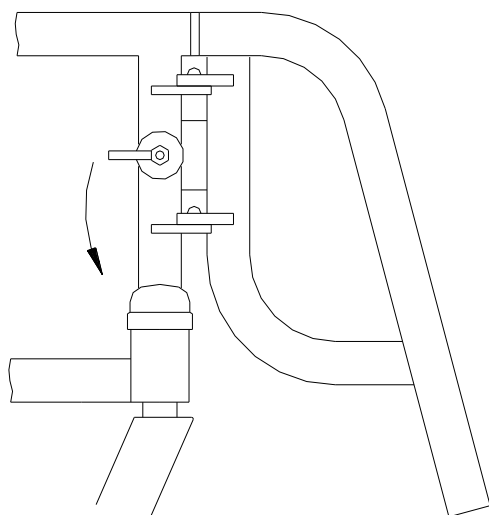

Figure 10
- Si vous achetez un fauteuil roulant avec un support de jambe détachable en alliage d'aluminium, tournez le support de jambe pour verrouiller la poignée lors du démontage, le support de jambe peut pivoter vers l'extérieur et peut être soulevé après avoir pivoté d'un certain angle ; lors de l'installation, alignez les trous de positionnement supérieur et inférieur du support de jambe avec les goupilles de positionnement du cadre et accrochez-le, puis faites-le pivoter doucement vers l'intérieur jusqu'à ce qu'il se remette automatiquement en place et se fixe. (Voir figure 10)